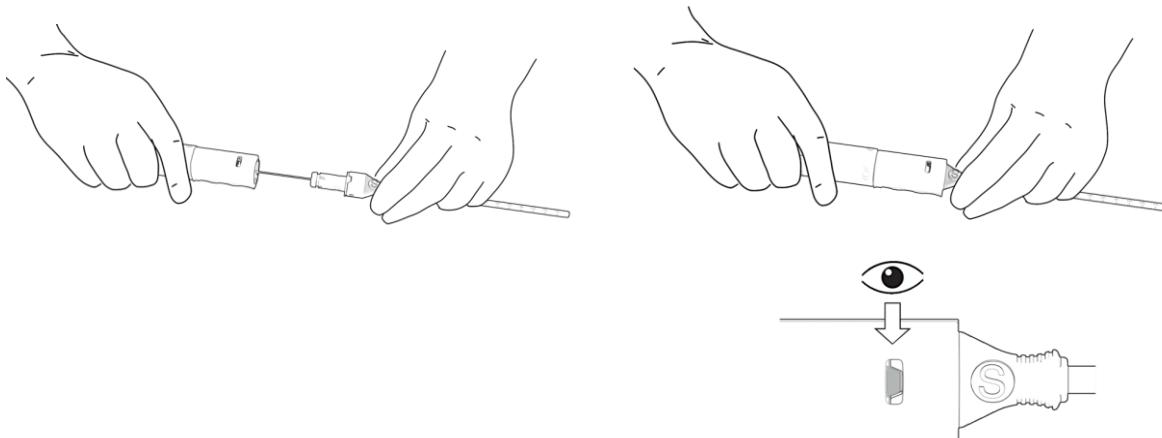

Figura 10. Introduzione del dispositivo di chiusura PerQseal+ nell'introduttore a guaina
- c. Tenendo il terminale dell'introduttore a guaina con una mano e l'impugnatura del dispositivo con l'altra, fare avanzare l'impugnatura del dispositivo procedendo con attenzione. Controllare che gli indicatori dell'introduttore a guaina e dell'impugnatura risultino allineati e che il gruppo cannula di caricamento/terminale della guaina si innesti (con uno scatto) nell'impugnatura del dispositivo. Osservare l'indicatore verde attraverso la finestra di spia. Questo indicatore conferma che l'impugnatura del dispositivo di chiusura PerQseal+ è stata correttamente bloccata. Figura 10.